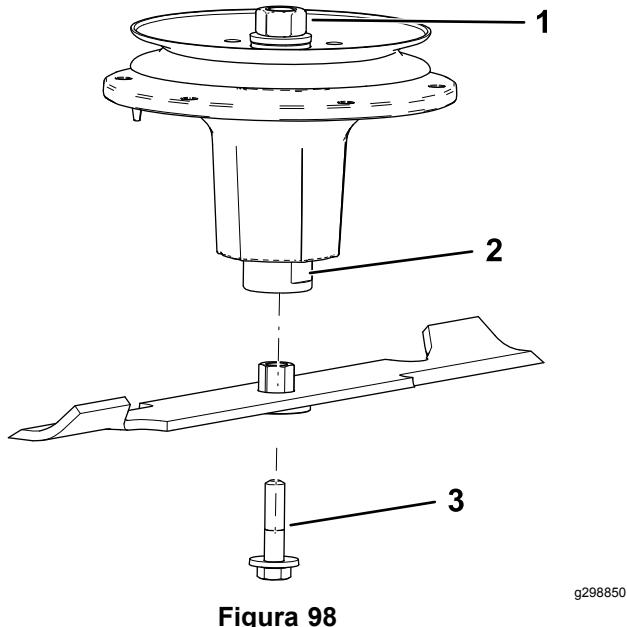

Figura 98
2. Instale el conjunto de casquillo/cuchilla en el eje (Figura 98).